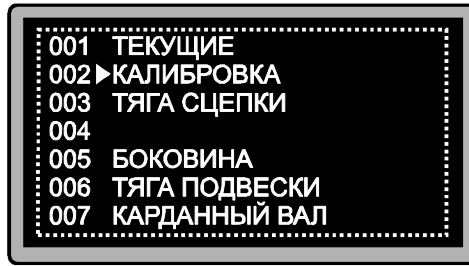

Рис. 6.7 Сохранение/загрузка программы
6.7.2.2 Кнопками "↑", "↓" установить курсор на строку «СТАНДАРТНЫЕ» и нажать кнопку "←". При этом на дисплее дефектоскопа появится список программ, содержащихся в данном разделе (рис. 6.7).
6.7.2.6 Для сохранения текущих настроек в другой ячейке кнопками "↑", "↓" установить курсор на пункт "КОП." и нажать кнопку "←". После этого кнопками "↑", "↓" выбрать тип программы (рис. 6.6.) нажать кнопку "←", выбрать ячейку, в которую будут сохранены настройки (рис. 6.7) и повторно нажать кнопку "←".